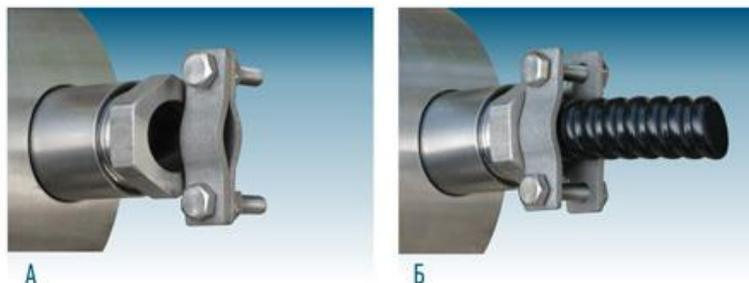

Рис. 5. Устройство крепления трубы G1/2 для кабельного ввода “D12”:
- 4) Устройство крепления трубы "УКТ-..." для кабельного ввода D12 (рис. 5) представляет собой стальную втулку, на одной стороне которой имеется внутренняя резьба M24 - для присоединения к корпусу кабельного ввода, на другой - наружная или внутренняя резьба, по которой присоединяется узел крепления трубы. Тип резьбы (метрическая/ дюймовая, внутренняя/наружная) и ее значение выполняется по заказу (пример обозначения - см. рис. 5).